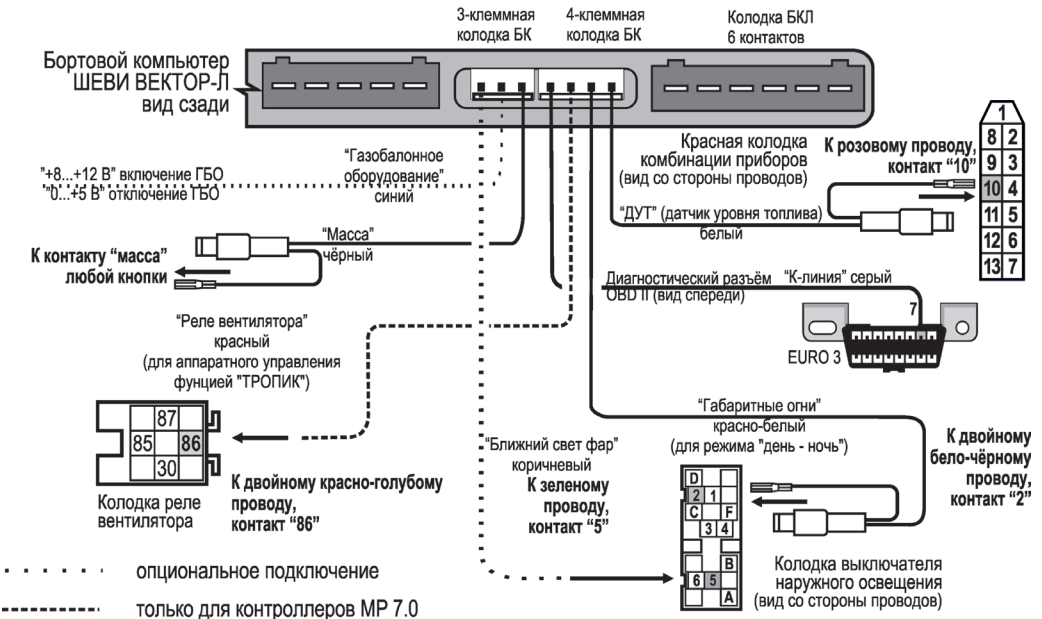

Рис. 6 Схема подключения жгутов №1 и №3
**9.0 Подключение жгута №1. (см. Рис.6)**
*Внимание! Если на Вашем автомобиле установлен контроллер BOSCH MP7.0, не поддерживающий управление вентилятором системы охлаждения по К-линии, то необходимо подключить к БК дополнительный провод «РЕЛЕ ВЕНТИЛЯТОРА» (см. Рис.6). После выполнения данного подключения к функциям БК добавляется функция ТРОПИК для контроллера BOSCH MP7.0.*
**9.1 Подключение жгута №3. (см. Рис.6)**
Для автомобиля с установленным газобалонным оборудованием, синий провод "Сигнал ГБО" (см. Рис.6), рекомендуем подключать двумя способами - либо к управляющему выводу клапана жидкой фазы или эмульгатора форсунок (на этом выводе появляется +8...12 Вольт при включении подачи газа), либо к управляющей кнопке (нужно найти в разъеме кнопки провод, на котором появляется +8...12 вольт при включении газа).